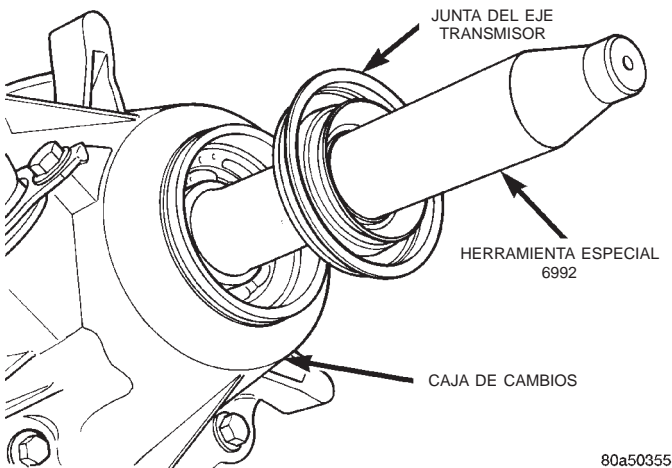

Fig. 77 Junta del eje transmisor y protector
(5) Deslice la junta en el protector de junta 6992 (Fig. 77). Deslice el protector de junta y la junta en el eje transmisor.